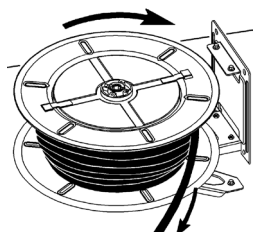

FIG 4
5. Unwind completely the hose from the drum. Fig.4
4. Ta bort styrrarmen och sidostödet så att rullen blir åtkomlig. Fig.4.
- Remove the hose guide arm and the side bar so it will be within reach of the drum. Fig. 4.
- Ta bort styrarmen och sidostödet så att rullen blir åtkomlig. Fig. 4.